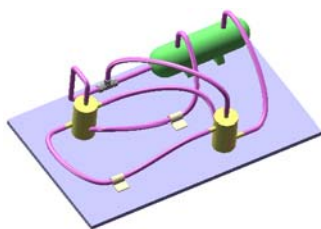

图 11.2.10 管筒设计
- **软管(管筒)设计:** 一般用于设计折弯管、塑性管。在软管管道系统中, 折弯处不需要添加弯头附件, 主要通过胶水或捆扎方法与接头连接成管道系统。管筒称为“Tube”, 如图 11.2.10 所示。